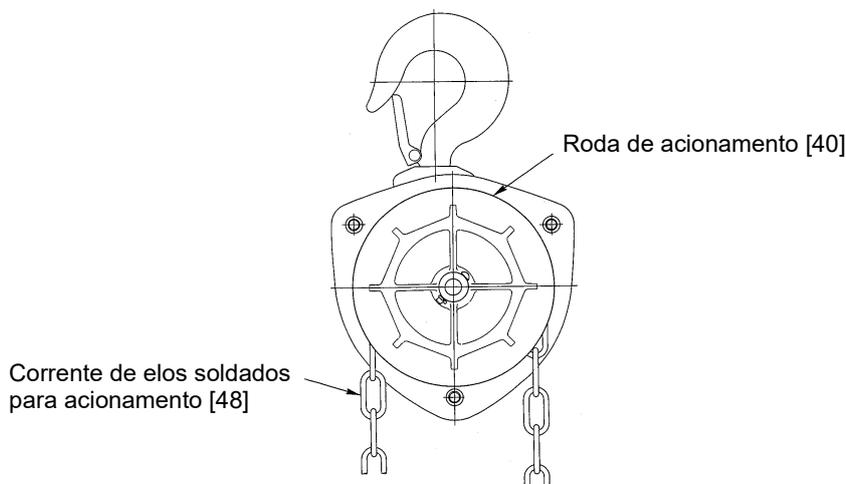

Figura 6-10 Montagem da Roda de Acionamento
20) Coloque a corrente de elos soldados para acionamento [48] em volta da roda de acionamento [40]. Veja a Figura 6-10.